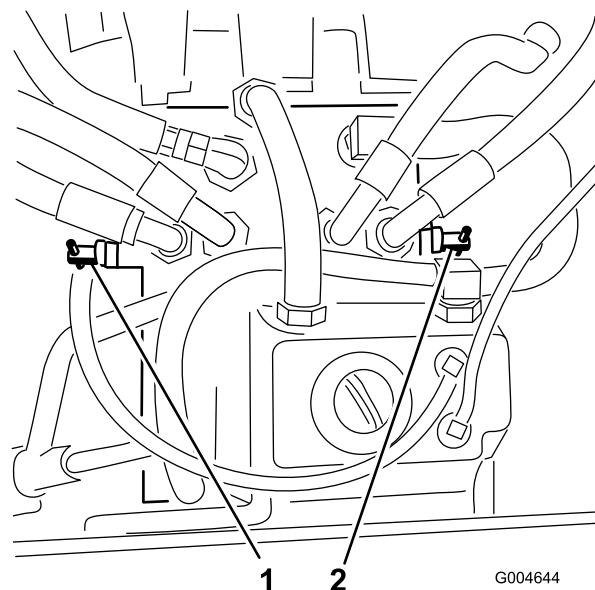

Figure 33
2. Localisez les vannes de dérivation (Figure 33) et tournez-les d'un tour dans le sens antihoraire.
4. Fermez les vannes en les tournant d'un tour dans le sens horaire (Figure 33).